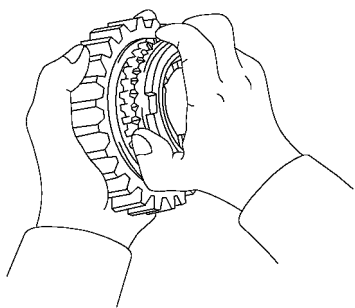

图 12-21 检查同步环
1) 转动同步环并同时将它向内推，检查其制动作用，如图 12-21 所示。